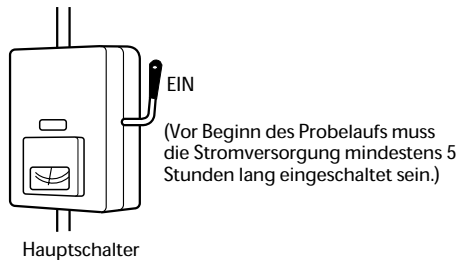

Abb. 10-1
- (1) Alle Restmaterialien, insbesondere Metallspäne, Drahtstücke und Klammern, wurden aus dem Gehäuse entfernt.
- (2) Das Steuerkabel wurde korrekt angeschlossen, und alle elektrischen Anschlüsse sind fest verbunden.
- (3) Die Transport-Schutzdistanzstücke für den Kompressor wurden entfernt. Wenn dies nicht der Fall ist, müssen sie nun entfernt werden.
- (4) Die Transportsicherungen des Inneneinheit-Gebäses wurden entfernt. Wenn dies nicht der Fall ist, müssen sie nun entfernt werden.
- (5) Die Stromversorgung zur Einheit wurde mindestens 5 Stunden vor dem Starten des Kompressors eingeschaltet. Die Unterseite des Kompressors sollte sich erwärmt haben, und das Kurbelgehäuse-Heizelement in der Nähe der Kompressorstützen sollte sich heiß anfühlen. (Abb. 10-1)